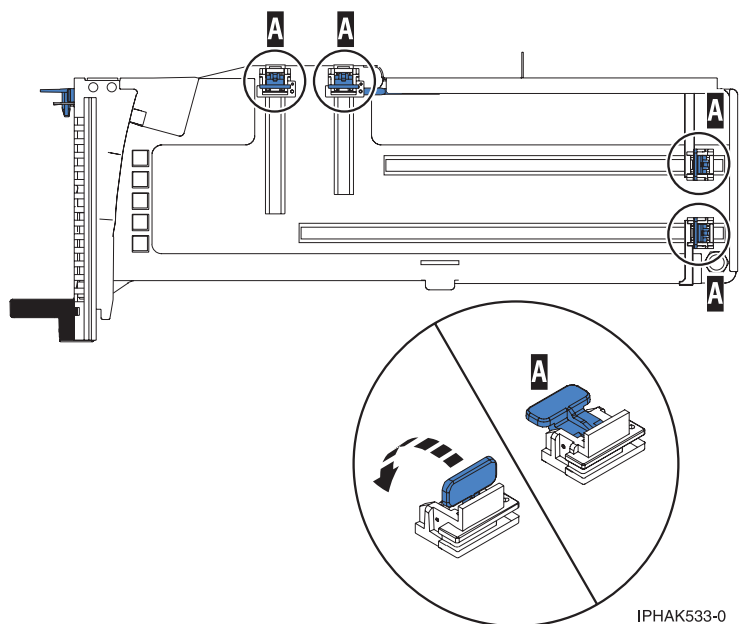

Figure 29. Crochets de retenue
- b. Vérifiez que tous les crochets de retenue de carte (**A**) sont repoussés vers les bords de la cassette pour permettre l'installation de la carte. Pour plus d'informations, voir la figure 29, à la page 41.